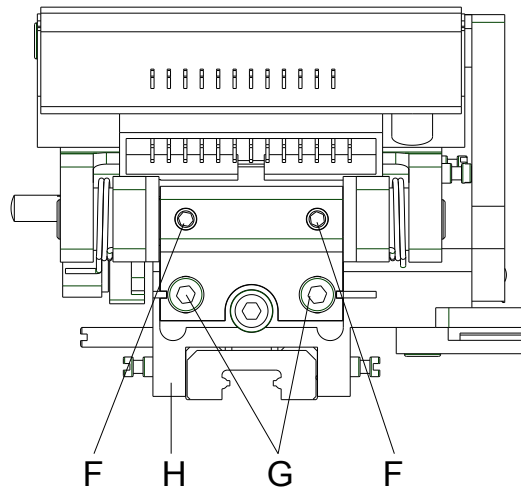

Abbildung 18
4. Inbusschrauben (G, Abbildung 18) entfernen.
6. Notwendige Servicearbeiten vornehmen, z.B. Federn (C) oder Druckkopfhalter austauschen.
Die Baugruppe kann weiter in ihre Einzelteile zerlegt werden. Dazu die Gewindestifte (F) herausdrehen und die Druckkopfwelle (D) entfernen. Beim Einbau ist auf die Parallelität der Schlitzes neben den Schrauben (G) zu den Schlitzes im Führungswagen (H, Abbildung 18) zu achten.